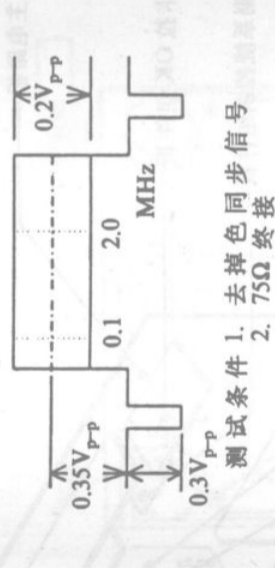

图10
步骤: ①将视频扫描信号发生器的输出信号调整到如图10所示，并接亮度和色度组件(-7)与地；